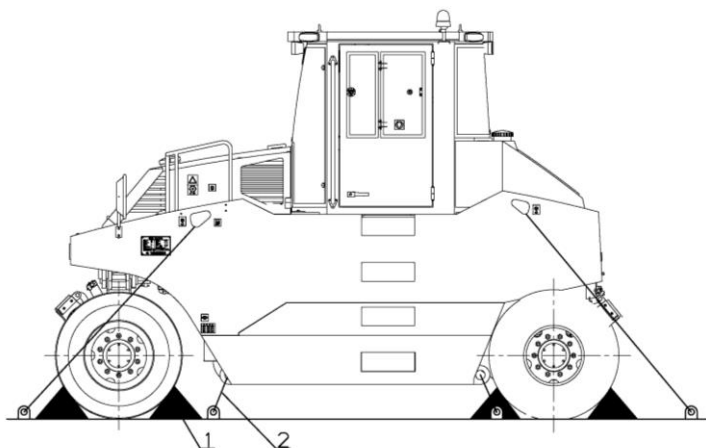

Figura 4-3 Fixação rolo
- Fixação do rolo (Figura 4-3)。